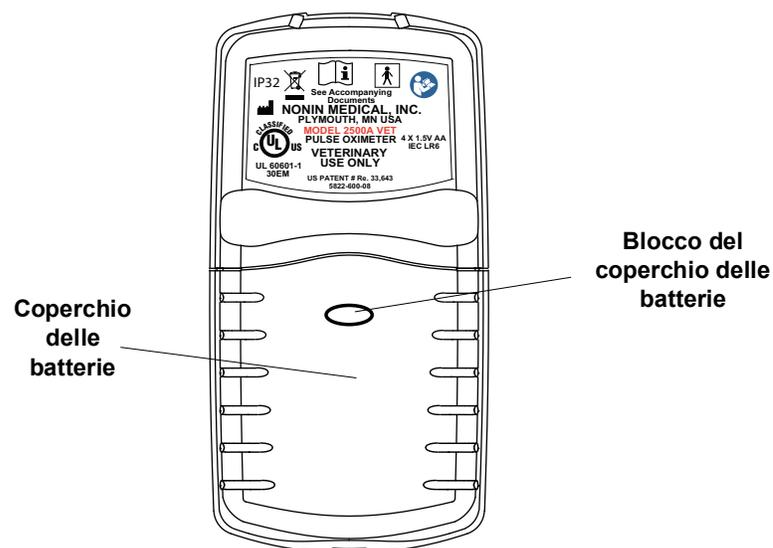

Figura 2 – Modello 2500A VET - Vista posteriore
1. Premere il blocco del coperchio dello scomparto batterie (figura 2) e fare scivolare il coperchio delle batterie dalla parte inferiore del dispositivo.